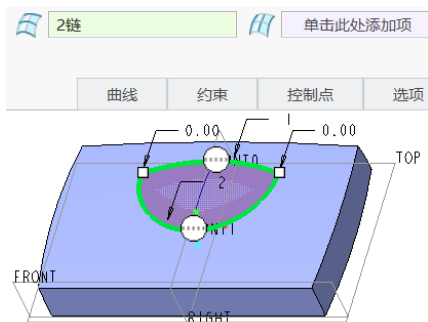

图 7-163 指定第一方向曲线
- 2 此时“边界混合”选项卡中 （第一方向链收集器）处于被激活状态，在图形窗口中选择投影曲线 1，接着按住〈Ctrl〉键的同时选择投影曲线 2，如图 7-163 所示。